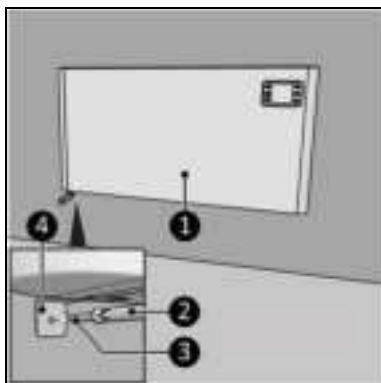

Figura 13
15. Însurubați și strângeți suporturile dispozitivului (Figura 13, poz. 4) cu un șurub mare (Figura 13, poz. 3) pe perete, folosind o șurubelniță cu cap în cruce (Figura 13, poz. 2).